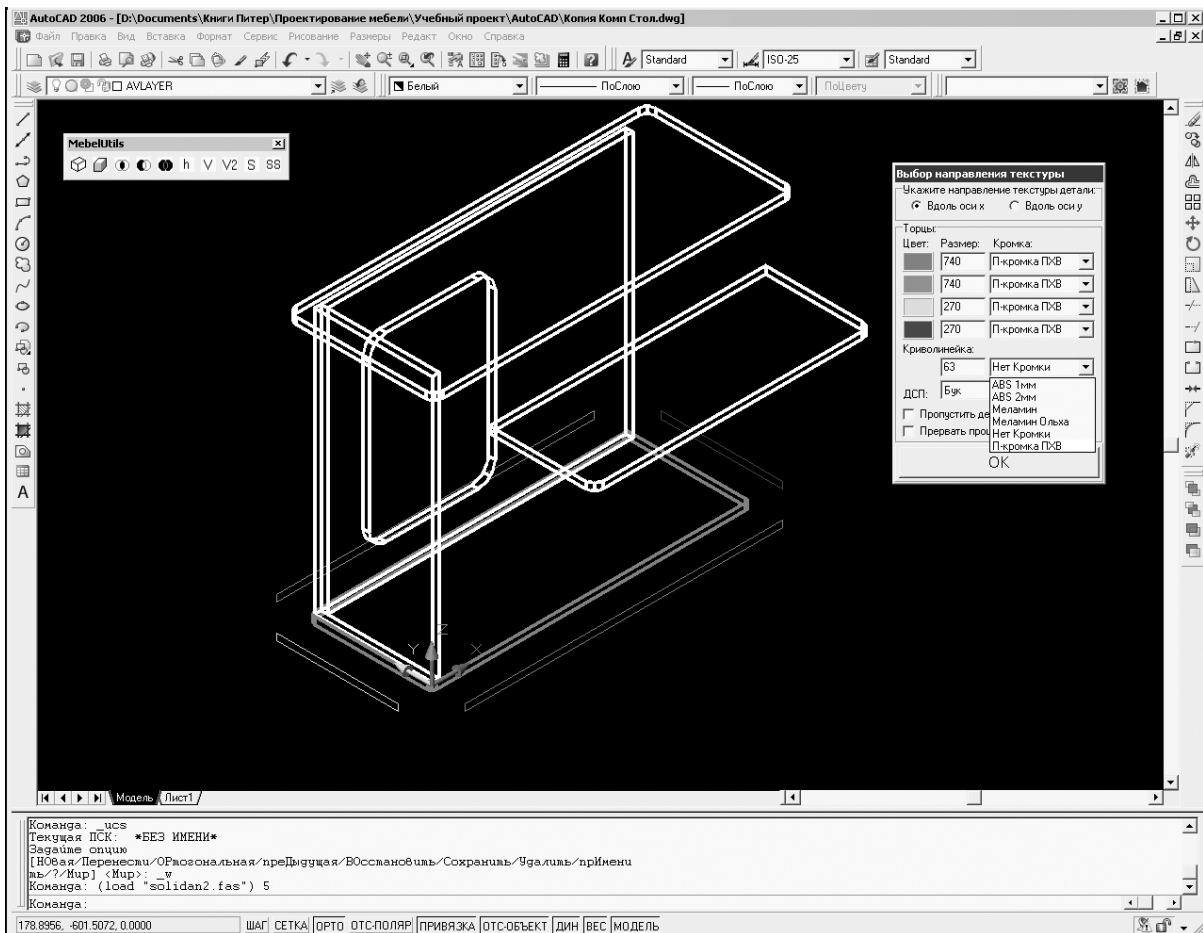

Рис. 5.29
5. В группе Укажите направление текстуры детали окна Выбор направления текстуры установим переключатель в положение Вдоль оси X. В раскрывающихся списках группы Торцы выберем материал для каждой из четырех кромок (рис. 5.29). Пятая кромка, Криволинейка, относится к закругленным участкам или вырезам в детали. В таблице программы «Мини-мебель» эти участки называются Лобзик. Введем в раскрывающемся списке ДСП материал детали Бук и нажмем кнопку ОК.